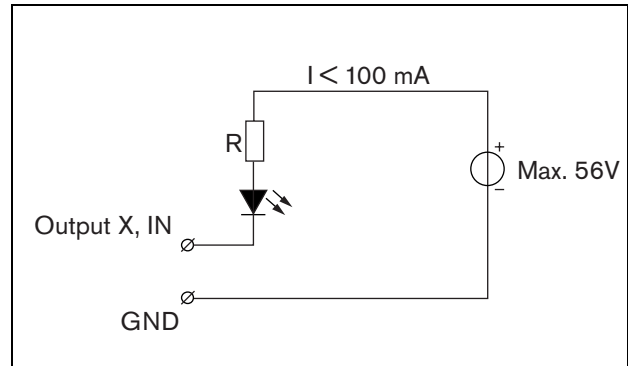

Abbildung 21.10: Extern versorgte LED
- Lampe mit externer Stromversorgung oder LED. Siehe Abbildung 21.10 für ein Anschlussschaltbild.
Der Wert des Widerstands R in Abbildung 21.10 hängt von der Spannung der externen Quelle, der Durchlassspannung der LED und dem Strom ab, der durch die LED fließt: